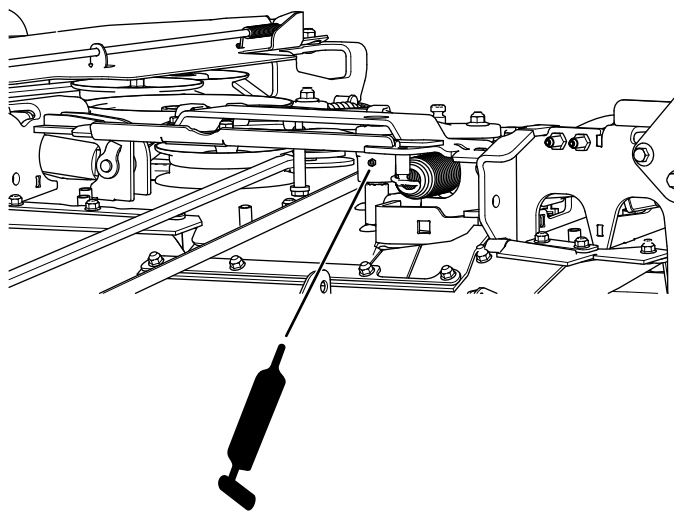

Figura 37
3. Engrase el pivote de la polea tensora de la carcasa de corte hasta que salga grasa por el extremo inferior (Figura 37).